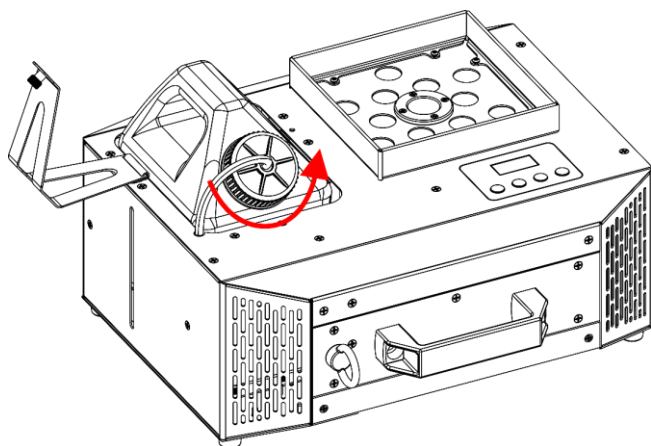

Abb. 40
- 04) Schrauben Sie den Deckel des Flüssigkeitstanks ab, wie in Abb. 40 gezeigt.